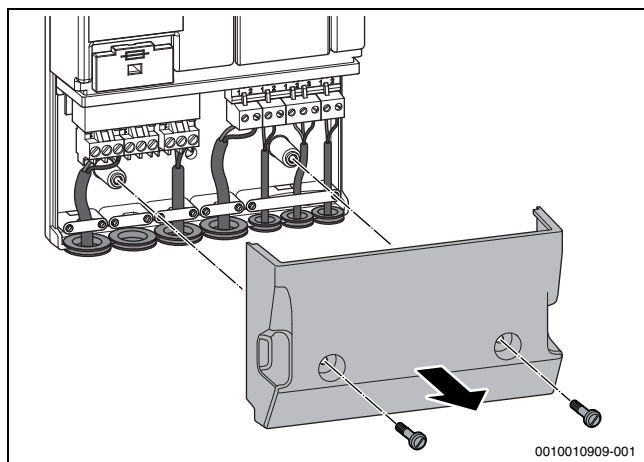

Bild 43 Funktionsmodul öffnen
- Abdeckung des Funktionsmoduls entfernen (→Bild 43).